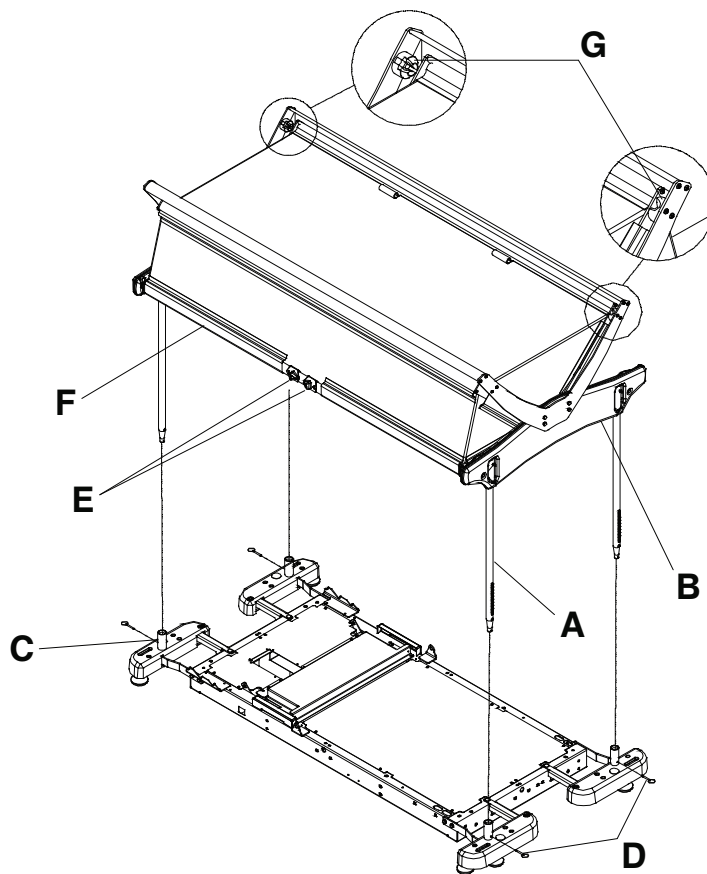

图 18 – 带支撑架的保护床顶
1. 按下位于每个立柱顶部的锁定销 (A)。将立柱插入塑料结构的插槽内 (B)(图 18)。其他立柱重复此操作。
2. 将四根立柱安装在附件支架套筒内 (C) (图 18)。
3. 使用 9/16" 多用扳手，通过四个连接销 (D) 将立柱锁定在附件支架套筒内 (图 18)。
1. 要部分打开保护床顶，挤压两个释放旋钮 (E) 并抬高下护栏 (F) 直至通过锚固点 (G) (图 18)。松开旋钮并降低护栏直至其靠在锚固点上。
2. 要完全打开保护床顶，挤压两个释放旋钮 (E)，并将下护栏 (F) 抬高至最高高度，然后松开旋钮 (图 18)。
3. 要关闭部分打开的保护床顶，从锚固点 (G) 抬高下护栏 (F)，并挤压两个释放旋钮 (E)，同时使护栏降低至关闭位置 (图 18)。松开旋钮。
4. 要关闭完全打开的保护床顶，挤压两个释放旋钮 (E)，并使下护栏 (F) 降低至关闭位置 (图 18)。松开旋钮。